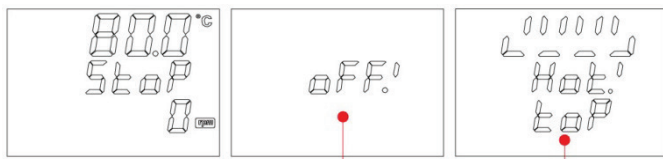

Рисунок 19
8.12.1. Режим энергосбережения включается через 5 минут отсутствия использования кнопок и энкодера, только если не включён нагрев. При этом гаснет подсветка дисплея, а на самом дисплее отображается надпись OFF! либо символ нагрева и надпись Hot top, если температура нагревательной поверхности превышает 40°C (Рисунок 19).